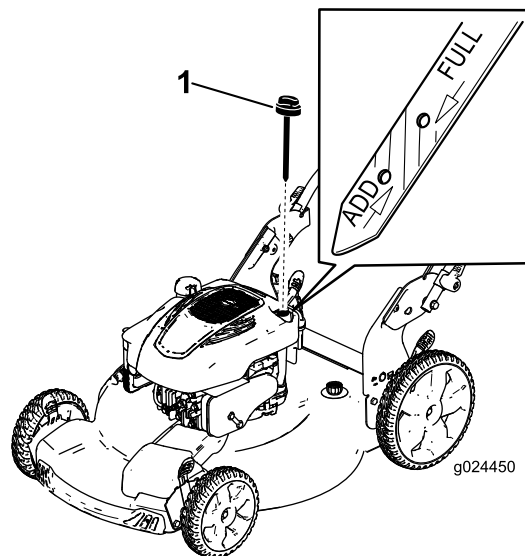

Figure 9
2. Retirez la jauge (Figure 9).
5. Observez le niveau d'huile indiqué par la jauge (Figure 9).